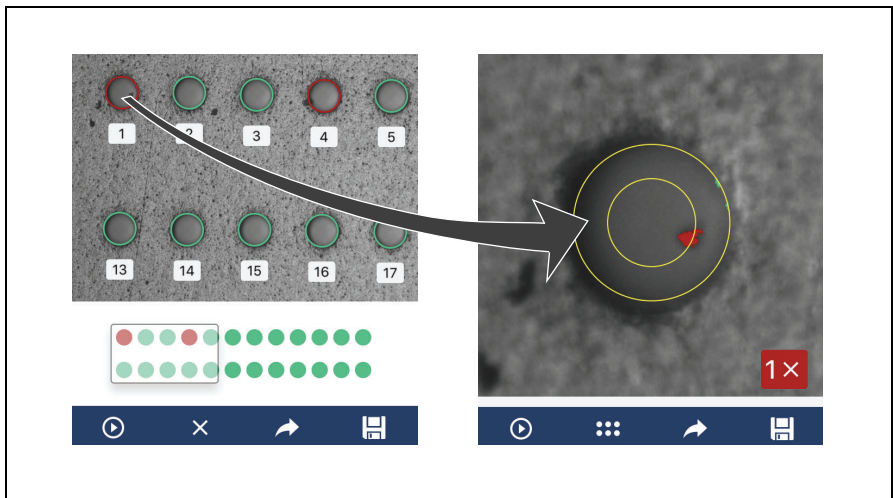

Abbildung 9. Bildanalysebildschirme (MPO abgebildet)
1. Tippen Sie auf dem Bildschirm **ZUSAMMENFASSUNG DES TESTERGEBNISSES** bei Bedarf auf das Bild des Anschlusses, um ein hochauflösendes Bild der Endflächen anzuzeigen. Siehe Abbildung 9.